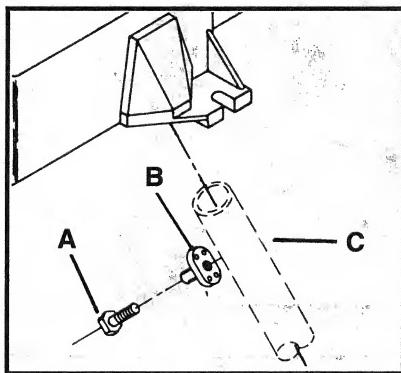

Fig. 5
Le banc doit être soit boulonné solidement sur un établi ou une table portable, soit muni de pieds pour assurer un fonctionnement en toute sécurité. L'embase est munie de trois pattes conçues pour recevoir des boulons de  $\frac{1}{4}$  po de diamètre (non fournis). Ces pattes permettent d'ancrer le banc à un établi. Si on préfère, on peut fabriquer trois pieds d'environ 34 po de long à partir de tube standard de  $\frac{3}{4}$  po. Le dessous de l'embase est muni de trois cavités pour recevoir ces pieds. Trois boulons de  $\frac{1}{4}$  po – 20 x  $\frac{3}{4}$  po de long (A) et des écrous en Té (B), Fig. 5, sont fournis pour bloquer les pieds comme suit :
1. A partir de l'intérieur de la cavité, faire passer le petit côté d'un écrou en Té (B), Fig. 5, par le trou pratiqué dans la paroi de la cavité.
2. Orienter l'écrou en Té (B), Fig. 5, de sorte que son grand côté s'emboîte dans le creux aménagé à l'intérieur de la cavité.
3. Visser le boulon (A), Fig. 5, dans l'écrou en Té (B) par l'extérieur de la cavité.
4. Emmancher le morceau de tube (C), Fig. 5, dans la cavité et serrer fermement le boulon.